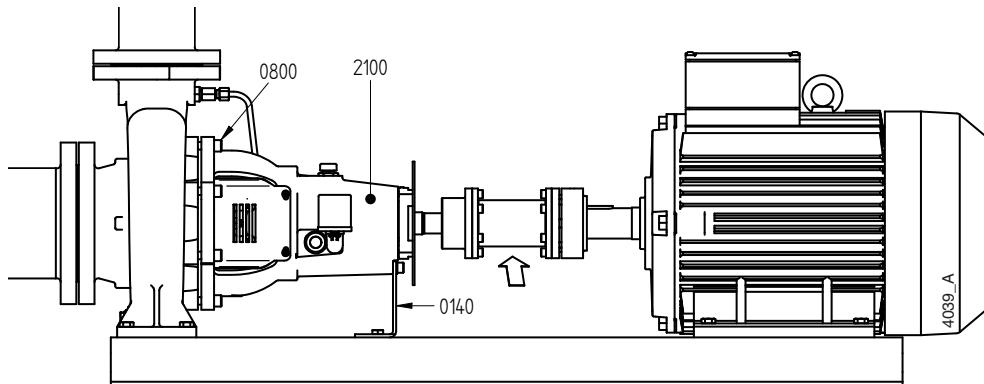

Рисунок 17: Принцип обратного извлечения
- 3 Ослабьте опору консольной опоры подшипника (0140) на опорной плите, см. рисунок 17.